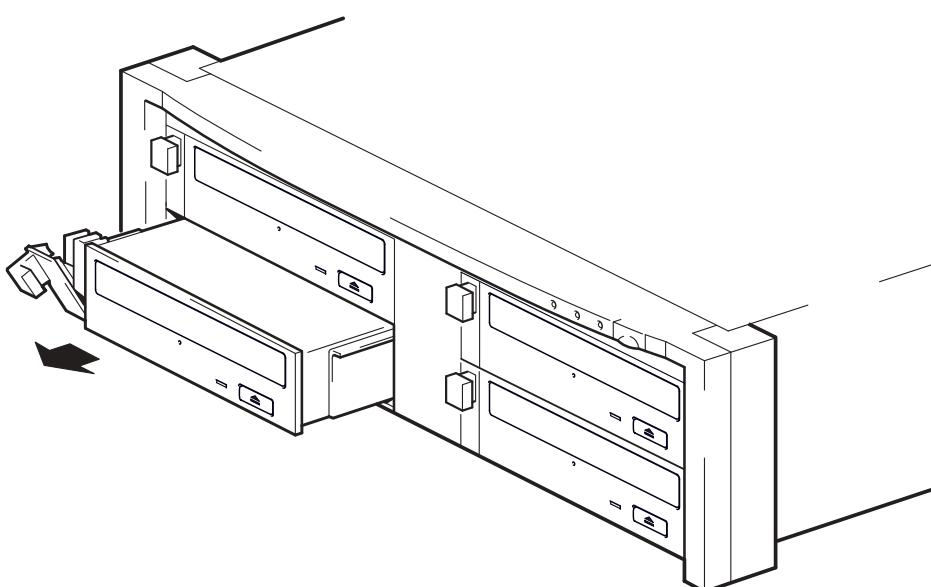

Figura 5b: retirar a unidade
- 2 Usando a alavanca de extração, puxe a unidade delicada e firmemente para fora da matriz de fitas. (Veja a figura 5b.)